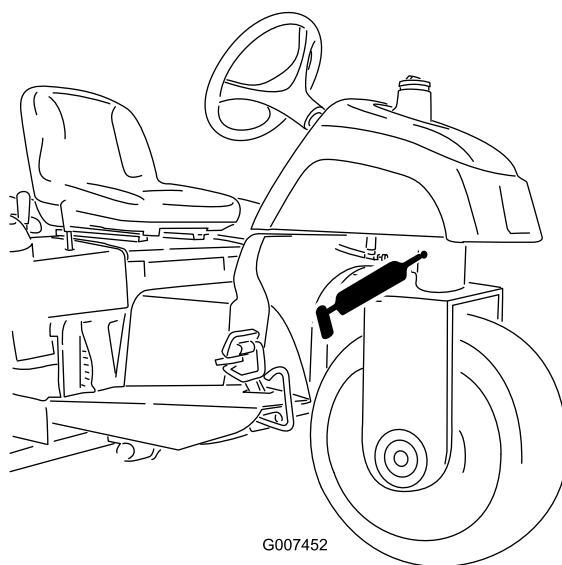

Figura 25
- Pivote de dirección (Figura 25)
Nota: El acoplamiento engrasado del pivote de dirección (Figura 25) requiere el uso de un adaptador de boquilla para la pistola de engrasar. Solicite la Pieza N° 107-1998 a su Distribuidor Autorizado Toro.